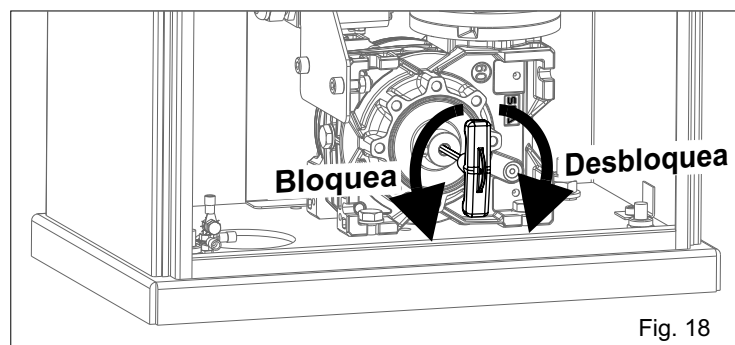

Fig. 18
- Insertar la llave de desbloqueo roja en equipaminto y **girar en sentido horario hasta el golpe, sin forzar** (Fig. 18).
- Girar la llave de desbloqueo roja **en sentido anti-horario hasta el golpe, sin forzar** (Fig. 18).